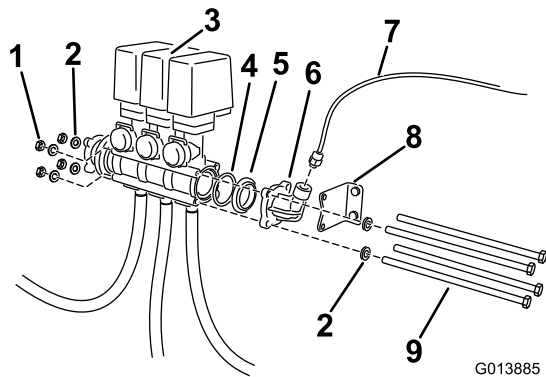

Bild 4
2. Lösen Sie die langen Schrauben und Befestigungen, mit denen das Ventil befestigt ist (Bild 4). Entfernen Sie alle Befestigungen und bewahren sie auf. Bewegen Sie das Ventil nach rechts.
3. Entfernen Sie den Krümmeradapter und die Dichtung (Bild 4). Ermitteln Sie den O-Ring, der im vorhandenen Ventilkörper sitzt. Bewahren Sie alle Teile auf. Bewegen Sie die Halterung vom vorhandenen Ventil weg.